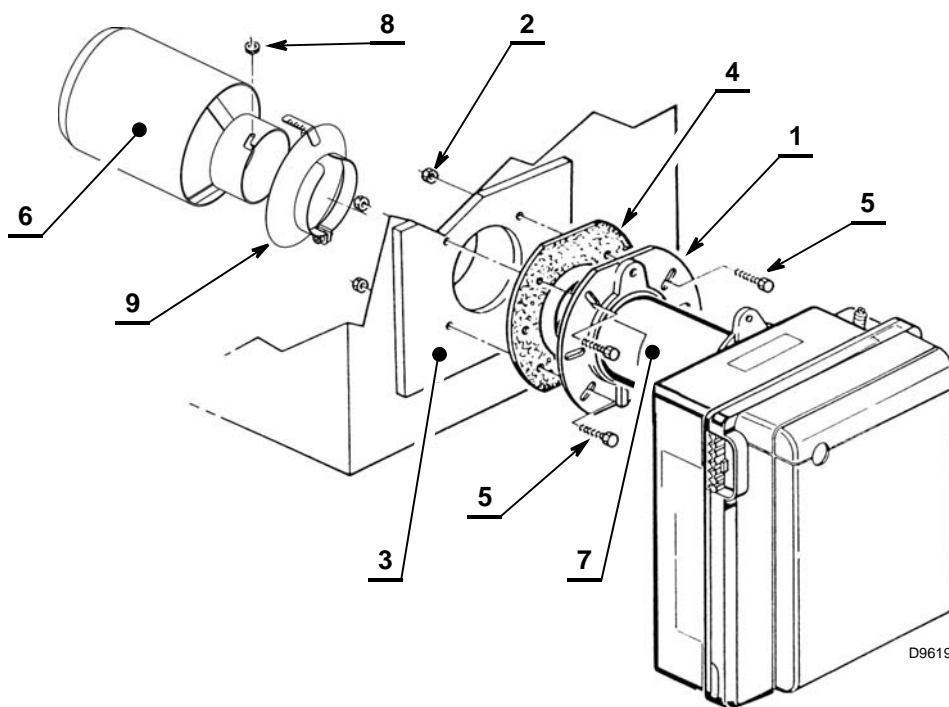

Fig. 7
- Fissare alla portina della caldaia 3) (Fig. 7) la flangia 1) mediante le viti 5) e (se necessario) i dadi 2) interponendo lo schermo isolante 4);